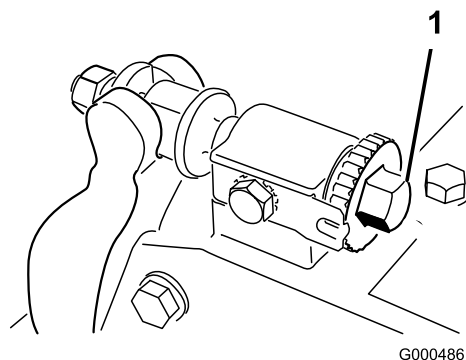

图11
1. 将滚刀组放在平整、水平的工作表面上。逆时针旋转底刀架调节螺丝，确保底刀架不与滚刀接触（图11）。